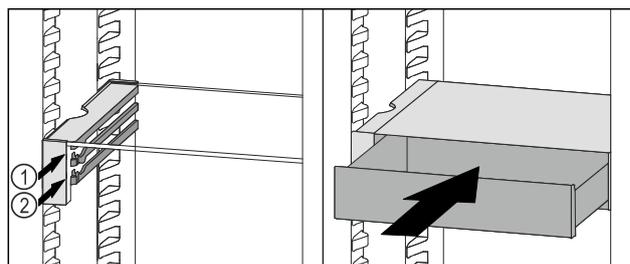

Fig. 108
- ▶ Predal VarioSafe namestite za zaustavljalnimi elementi na zeleni nastavek Fig. 108 (1) ali Fig. 108 (2).